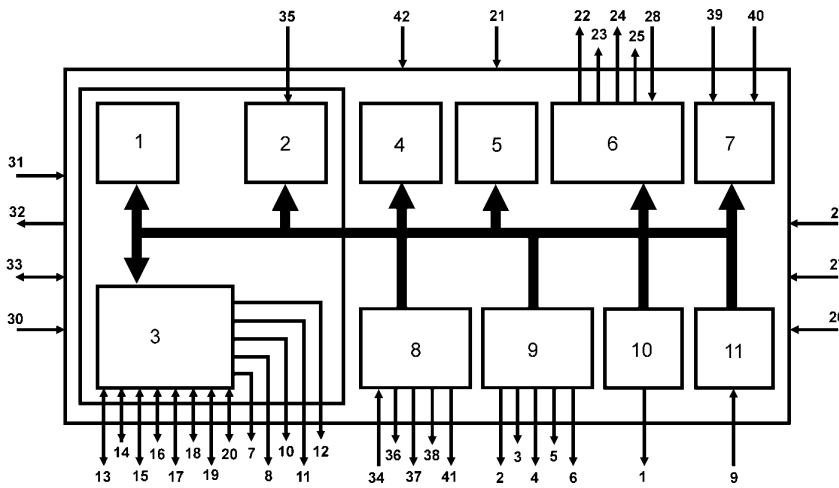

рис. 1
(г.Минск). По возможностям, надежности и способу подключения оригинал и аналог абсолютно одинаковы. По расписке выводов от них отличается MC PCA84C641P/068 (ЭКР1568ВГ4), но по своему внутреннему строению она такая же, как и PCA84C640P/019 (рис.1, где 1-восьмиразрядный таймер/счетчик событий; 2-микропроцессор; 3-параллельные двоичные порты; 4-ОЗУ; 5-ПЗУ; 6-генератор OSD; 7-буфер шины I2C; 8-восьмиразрядные цифровые двоичные порты; 9-пять шестизначных ЦАП; 10-четырнадцатизначный ЦАП настройки; 11-трехразрядный АЦП и компаратор АПЧ).
Сигнал графики на экране формируется на выводах 22 (R), 23 (G), 24 (B), 25 МС D2. Указанные сигналы поступают на коммутатор сигналов D1 (МС KP1533АП4) индикации на экране (OSD) и телетекста (см. рис.1). МС D1 используется так же в качестве буфера для согласования ВГ1 с нагрузкой.